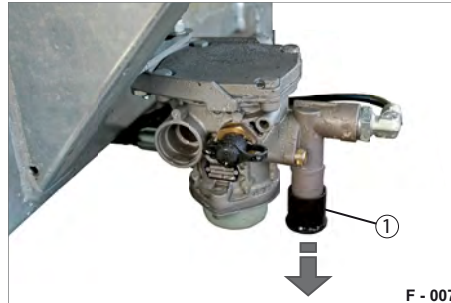

Abb. 10 Betriebsbremse in Fahrstellung
- ▶ Ziehen Sie das Löseventil (Abb. 10/1). Die Betriebsbremse schließt sich. Anhänger ist gebremst.